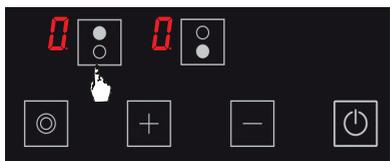

Figure 15
2. Appuyez à nouveau sur la touche de sélection de la plaque de cuisson supérieure (). (Voir Fig. 15)